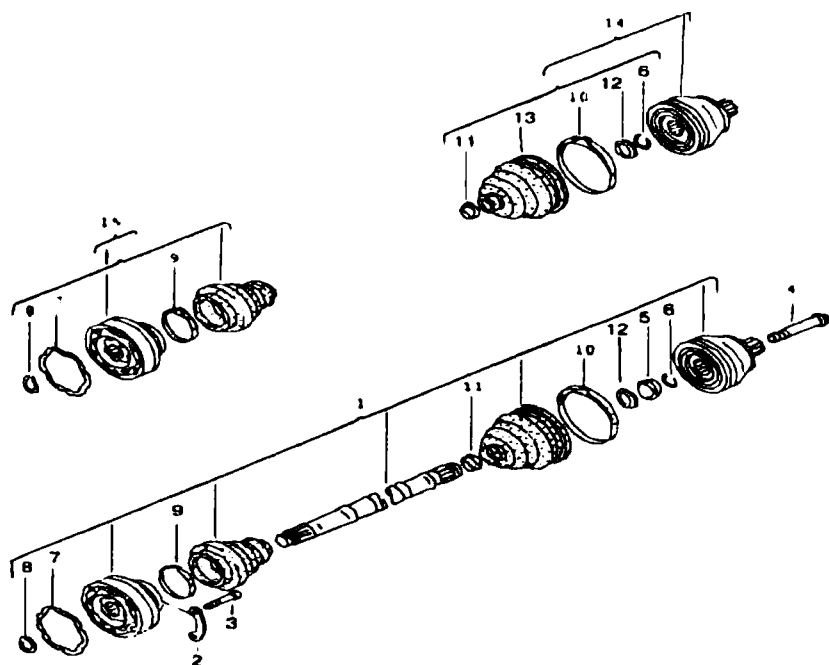
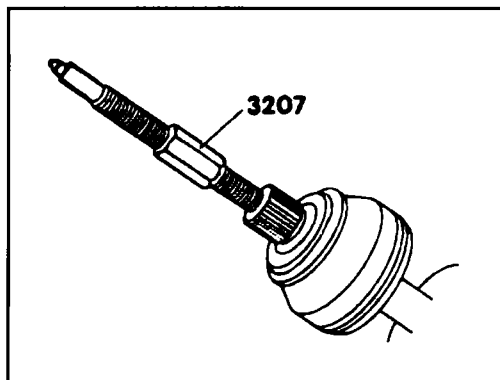

Рис. 6.2 Устройство полуоси привода
Рис. 6.3 Демонтаж ШРУС полуоси.
- ◆ Спрессуйте наружный ШРУС с вала полуоси. Для этого в торец вала шарнира до упора в полую вверните болт с длинной резьбой М16 или съемник 3207 (см. рис. 6.3).
- ◆ Снимите с шарнира прокладку (7).
- ◆ Для демонтажа внутреннего шарнира удалите стопорное кольцо (8).
- ◆ Соберите на вал детали поз (5), (12) согласно рис. 6.2.
- ◆ Установите в паз вала новое стопорное кольцо (6).